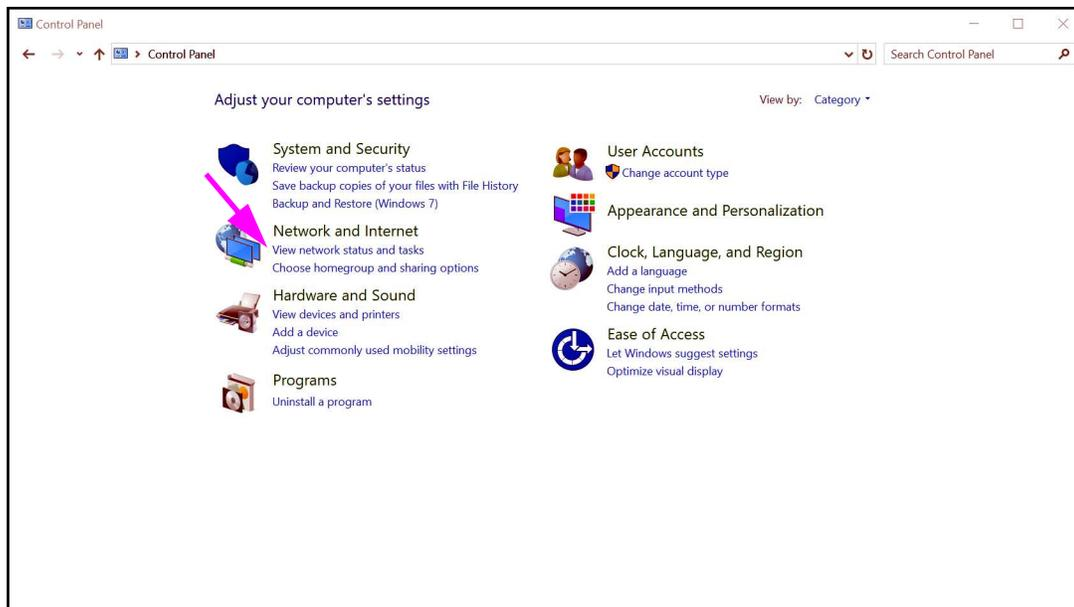

Abbildung 2-44. Fenster „All Control Panel Items – Category View“ (Alle Punkte der Systemsteuerung – Kategorieansicht)
3. Wählen Sie **Control Panel (Systemsteuerung)**. Falls die Anzeige auf **Category (Kategorie)** eingestellt ist, sieht das Fenster wie in Abbildung 2-44 dargestellt aus.